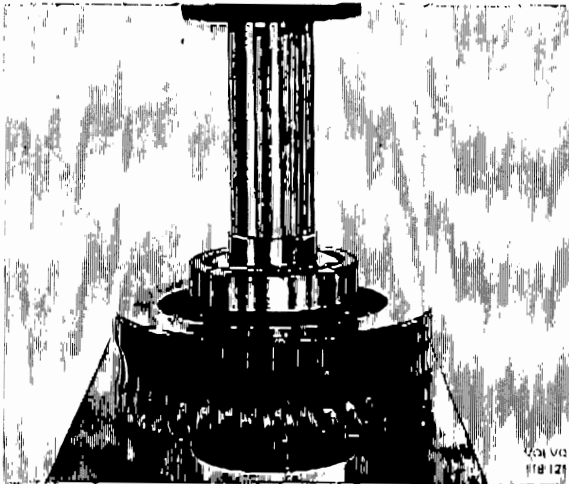

Bild 60. Uppressning av axel
23. Pressa axeln ur lagret och snäckhjulet. Bild 60.